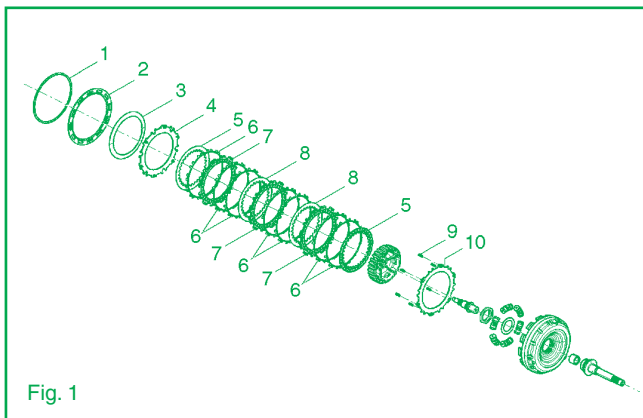

Fig. 1
4. Remove the circlip (1).
5. Remove the Belleville washer stop plate (2).
6. Remove the Belleville washer (3).
7. Remove the spring pusher plate (4) and complete plate pack.
8. Remove spiral springs (9).
9. Fit new spiral springs (9) in the kit on lower clutch spring holder (10).
11. Fit clutch plates as shown in Fig. 1.
4. Retirer le jonc de sécurité (1).
5. Déposer la plaque de butée du ressort Belleville (2).
6. Retirer le ressort Belleville (3).
7. Déposer le disque presse-ressorts (4) et l'empilage disques complet.
8. Déposer les ressorts hélicoïdaux (9).
9. Insérer les nouveaux ressorts hélicoïdaux (9) fournis avec le kit sur le disque porte-ressorts inférieur (10).
11. Insérer les disques comme montré en Fig. 1.